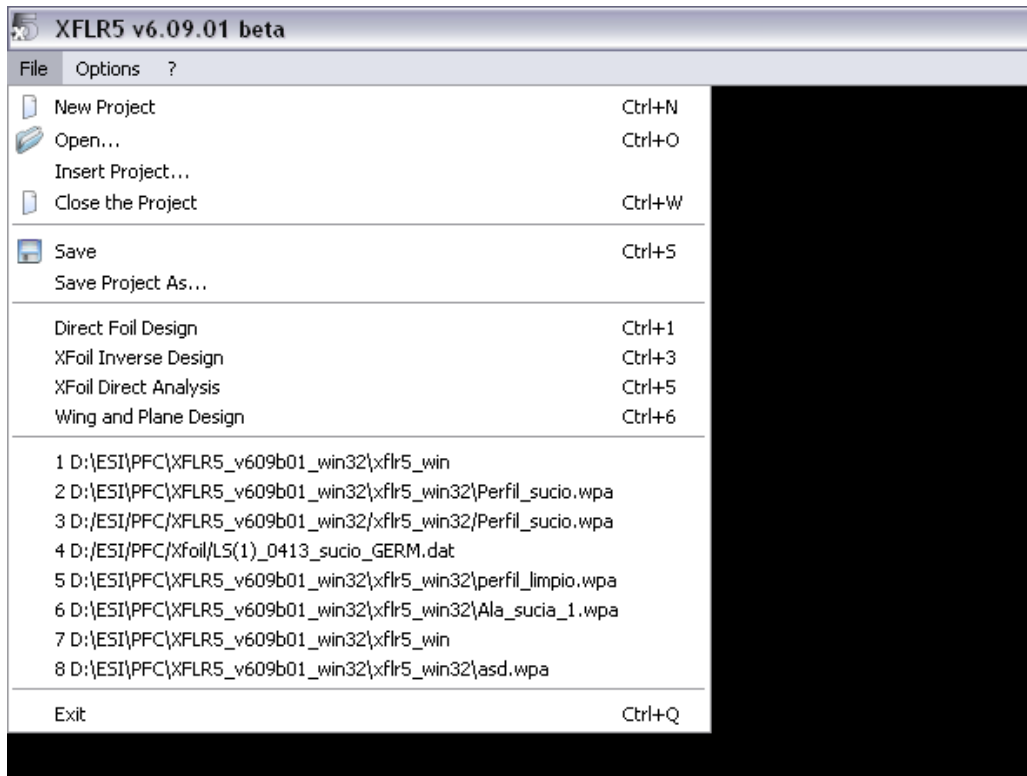

Figura C.1.1: Pantalla principal de XFRL5.
1. En el caso que nos concierne, elegiremos uno de los dos archivos .dat de los que disponemos, el de la situación indeformada o el de la deformada, utilizando la opción **Open** (Figura C.1.1). En caso de querer utilizar un perfil NACA habrá que elegir en primer lugar la opción **Direct Foil Designy** aquí **Foil/Naca Foil**.
1. Comenzamos el diseño del ala para ello elegimos la opción **Wing and Plane Design** (Figura C.1.1).